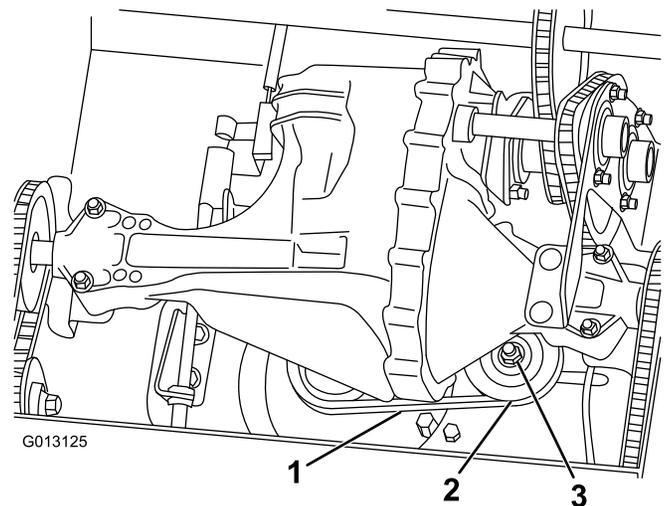

Figura 29
- Empuje sobre un tramo de la correa de transmisión con una fuerza de 9 kg (20 libras) (Figura 29).
- A. Afloje la tuerca de la polea tensora (Figura 29).